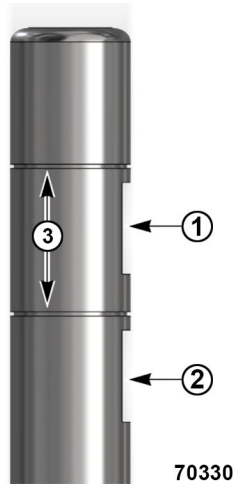

Fig. 99
- 71" Height (1, Fig. 99).
- 73" Height (2, Fig. 99).
- Snap ring groove (3, Fig. 99).